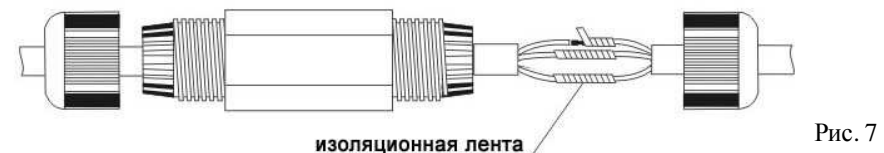

Рис. 7
- Тщательно обмотайте каждый из проводов отдельно изоляционной лентой. Каждый провод должен быть обмотан изоляционной лентой не менее двух раз. См. рис. 7